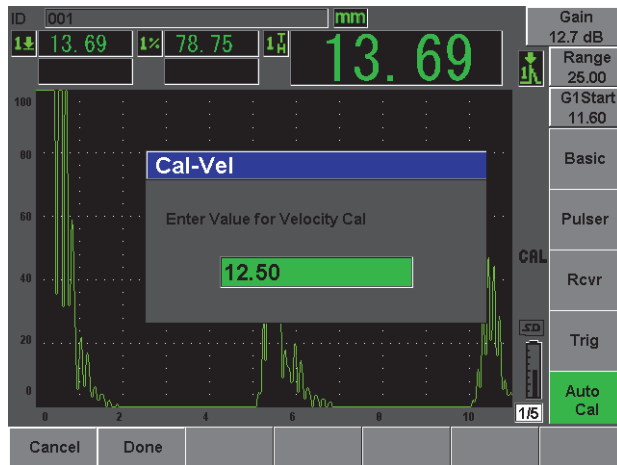

Figura 2-16 Valor de la calibración de la velocidad
14. Utilice la rueda de ajuste o las teclas de dirección para ajustar el valor que aparece en la pantalla según el espesor apropiado. En este ejemplo, el palpador está colocado en el espesor de 12,5 milímetros (véase la Figura 2-16 en la página 53).